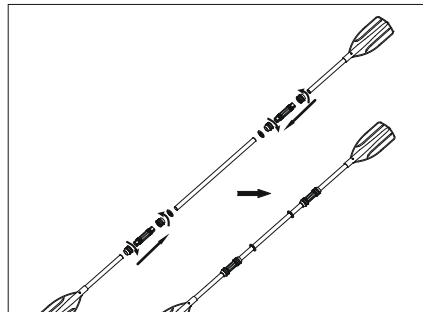

Fig. 2 / Abb.2 / EIK.2 / Рис.2 / Obr.2 / Figur.2 /
b, Doppelblatt (Abb. 2)
Kuva.2 / Rys.2 / 2. Ábra / 2. Att. / 2 Pav. / Slika 2 /
- b. Double-blade (Fig.2)
- b. Double pale (Fig.2)
- b. Doppelblatt (Abb. 2)
- b. Dubbel blad (Fig.2)
- b. Dobbeltbladet (Fig.2)
- b. a due pale (Fig.2)
- b. Lâmina dupla (Fig.2)
- b. Pala doble (Fig.2)
- б) Весло с двумя лопастями (рис. 2).
- b. Dobbeltbladet (fig. 2)
- Dubbelblad (fig.2)